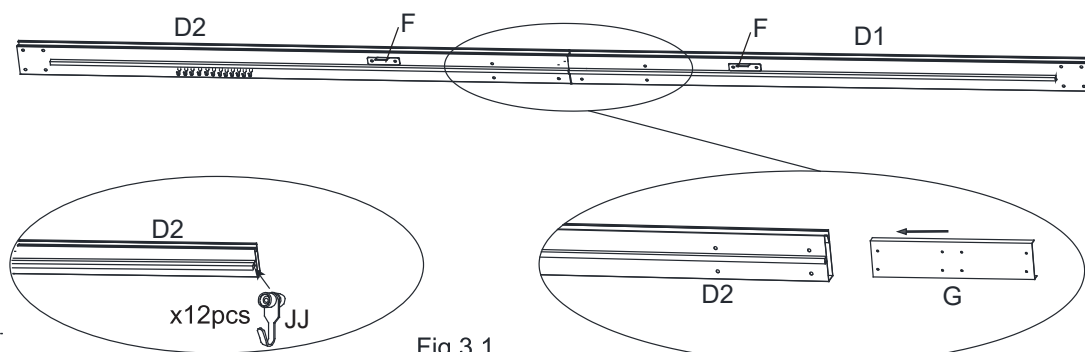

Fig.3.1
3.1. Faire glisser les crochets pour moustiquaire (JJ) sur le linteau long droit (D2), voir Fig. 3.1.